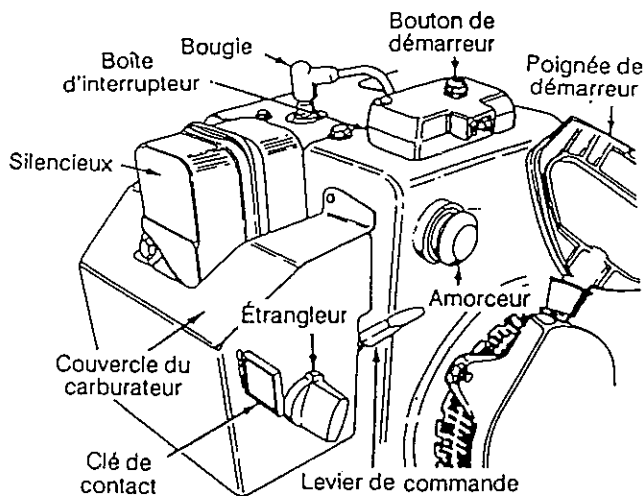

FIGURE 18
- Placez la manette de l'obturateur à la position RAPIDE. Enfoncez la clé dans la fente. Voir la figure 18. Assurez-vous qu'elle se met bien en position. Ne tournez pas la clé.
- Enfoncez le bouton du démarréur pour faire tourner le moteur. Voir la figure 18. Pendant que vous faites tourner le moteur, déplacez le bouton du volet de départ à la position VOLET FERMÉ.
- Placez la manette de l'obturateur à la position RAPIDE . Enfoncez la clé dans la fente. Voir la figure 18. Assurez-vous qu'elle se mette bien en position. Ne tournez pas la clé.
- Appuyez deux ou trois fois sur le bouton de l'amorceur. Voir la figure 18.
- Tirez lentement sur la poignée du démarreur (voir la figure 18) jusqu'à ce que vous sentiez une légère résistance. Laissez la corde s'enrouler lentement.